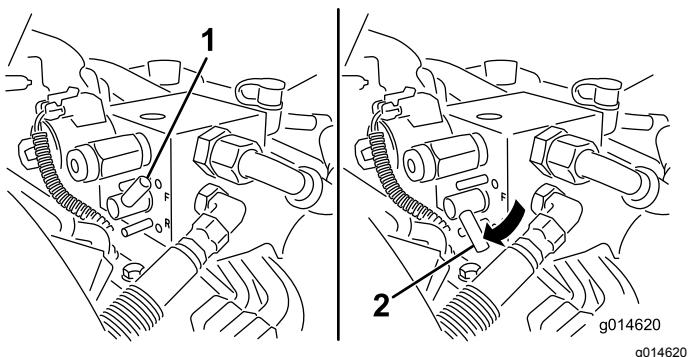

Figure 55
5. Tournez le levier de rodage à la position de rotation arrière (R) (Figure 55).